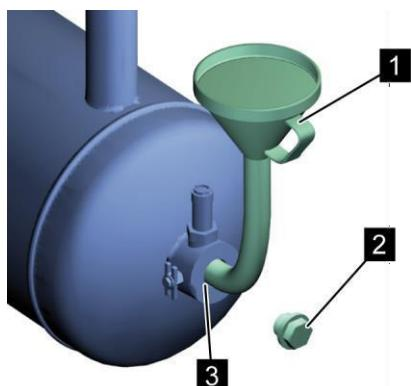

Рис. 37: Заливной штуцер (винтовой компрессор с частотным преобразователем)
8. При помощи воронки (Рис. 37/1) залейте охлаждающую жидкость до заливной кромки заливного штуцера (Рис. 37/3).
10. Вставьте резьбовую пробку наливного отверстия (Рис. 37/2) и затяните ее *«Приложение В «Моменты затяжки винтов» на странице 119»*.